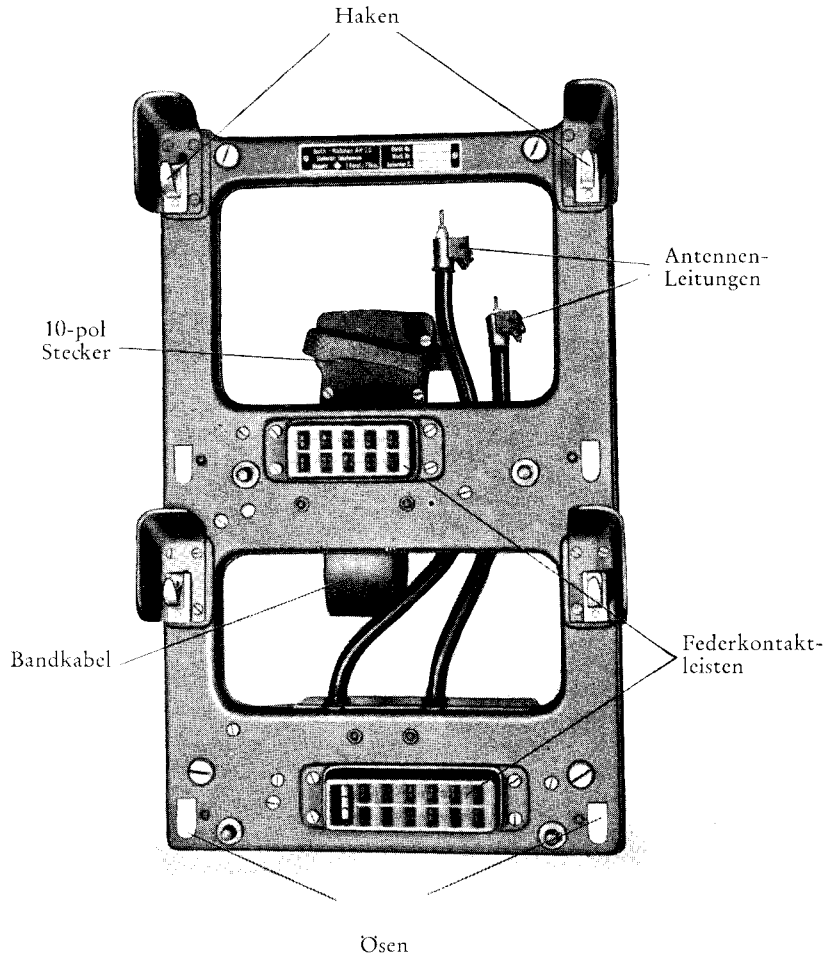

Abb. 8. Vorderansicht des Aufhängerahmens
**Ausführung** (s. Abb. 8 und 9): Rechteckiger, durchbrochener Rahmen mit 4 Schwingmetall-Puffern zur Befestigung an der Wand. Zwei Federkontaktleisten für den Tongeber (oben) und das Sende-Empfangsgerät (unten). Zehnpoliges Bandkabel mit Stecker; abgeschirmte Antennenleitungen.